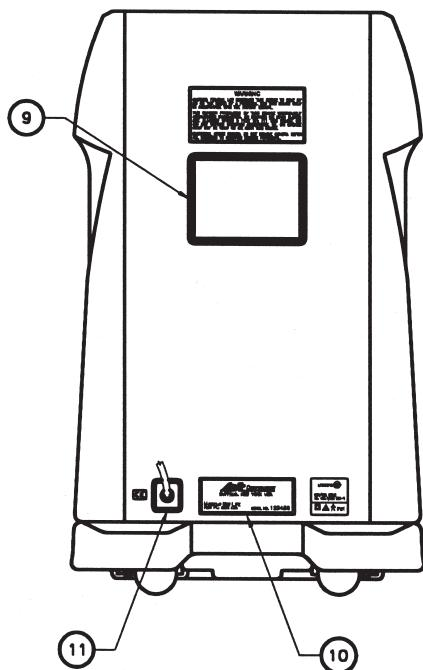

Abb. I.2
I. 2. Rückansicht (Abb. I.2) .....	3-DE
### I. 2. Rückansicht (Abb. I.2)